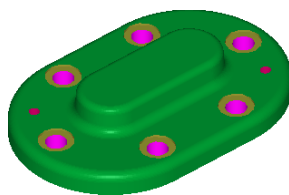

图 16.30 仿真结果图
(1) 在 **刀具路径** 选项卡中单击  按钮，然后单击  按钮，系统弹出“验证”对话框。
(2) 在“验证”对话框中单击  按钮，系统弹出“验证选项”对话框，在 **形状** 区域选中  **文件** 单选项，然后单击 **材料文件:** 后的 。系统弹出“打开”对话框，打开文件 D:\mcx6.11\work\ch16\pump_top_rough；单击“验证选项”对话框中的  按钮。
(3) 在“验证”对话框中单击  按钮。系统将开始进行实体切削仿真，结果如图 16.30 所示。